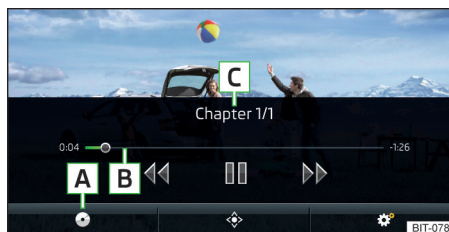

Fig. 196
Meniul principal » fig. 196
Derularea înainte/înapoi a videoului la momentul dorit	Atingerea axei de timp de redare B » fig. 196 la pagina 162
▶ Pentru **afișarea** meniului DVD, în meniul principal *Video-DVD* atingeți suprafața de comandă funcții ◊ » fig. 196 la pagina 162.